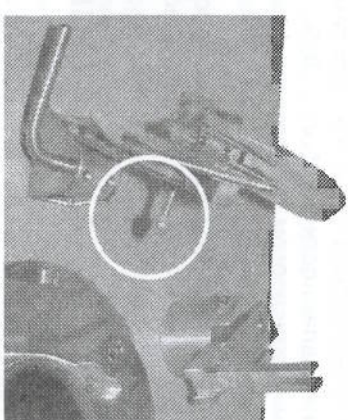

Рис. 13. Регулировочный винт блока горелок.
- Отрегулируйте высоту горелки над тиглем при помощи регулировочного винта (см. рис. 13).